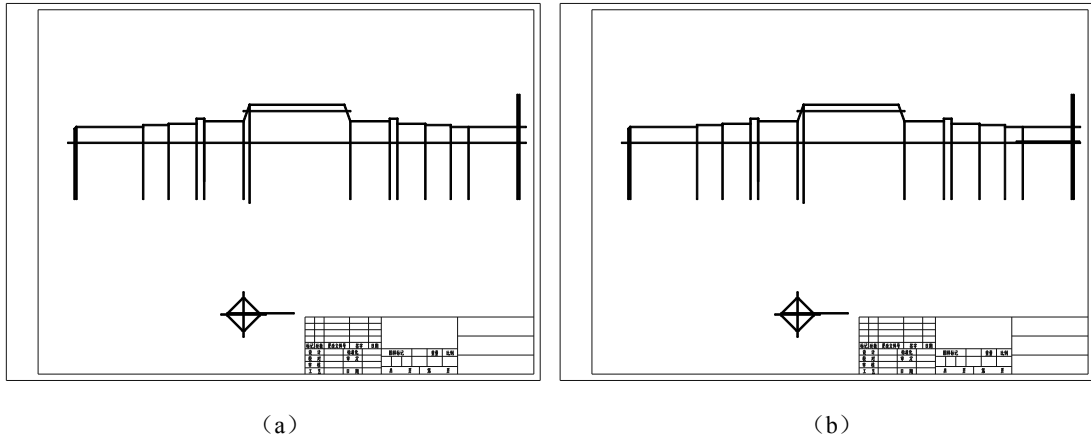

图 11-34 复制对象
1) 变换窗口。选择“标准”功能面板“缩放上一个”工具，或者选择“视图”菜单中的“缩放”项下的“上一个”，也可以在 ZOOM 命令运行期间，在绘图区域中右击，然后选择“缩放为上一个”，或者直接在命令行输入命令 ZOOM，选择 P。结果如图 11-34 (a) 所示。
2) 复制四方平面与外圆交线位置线。使用复制对象工具，将上面绘制的直线从轴截面图复制到主视图，结果如图 11-34 (b) 所示。